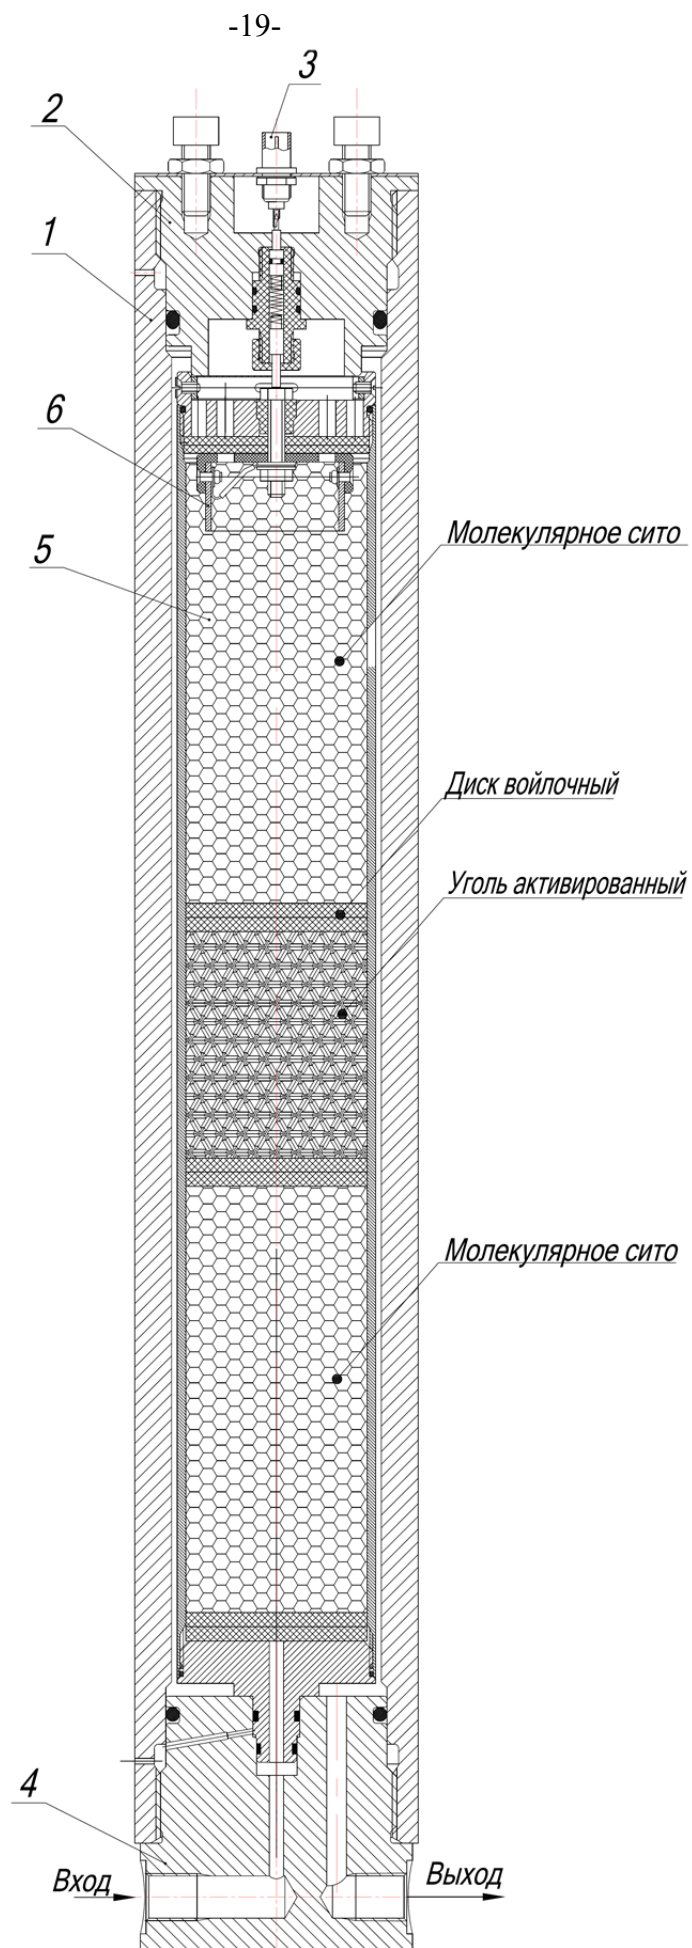

Рисунок 18 – Фильтр тонкой очистки
Фильтр тонкой очистки состоит из корпуса 1 (рисунок 18) крышки 2 с контактом 3, байонетного разъема контакта, основания 4 и сменного фильтра-картриджа 5 с датчиком влажности 6. Проходя через фильтр-картридж, который на 1/3 заполнен активированным углем и на 2/3 молекулярным ситом, воздух отфильтровывается от оставшихся после очистки сепаратором частиц масла и воды в форме паров. Таким образом, сжатый воздух освобождается от масла, привкуса и запаха.
Корпус фильтра тонкой очистки выполнен из стали высокой прочности. В нижней части корпуса фильтра в основании 4 (рисунок 18) расположены входное и выходное отверстия. Крышка фильтра содержит устойчивый к воздействию давления вывод для электрического соединения.
Внимание! При установке фильтра-картриджа в корпус убедитесь, что защитный колпачок (рисунок 18а), имеющийся на его штоке, удален.
Рисунок 18а
Установленный фильтр-картридж своим штоком герметично закрывает сквозную проточку в основании 4 (рисунок 18) фильтра. Если воздух выходит из отверстия (определяется на слух) при установленном фильтре-картридже, то это означает, что уплотнительные кольца неисправны, отсутствуют или были повреждены при установке. Выньте и проверьте фильтр-картридж. При необходимости замените фильтр-картридж или уплотнительные кольца.
Внимание! При замене фильтра-картриджа не прилагайте излишнего усилия в момент затягивания крышки 2 (рисунок 18) корпуса фильтра тонкой очистки.
5.5.4 Подсоединить кабель блока контроля влажности фильтра к контакту 3 (рисунок 18) байонетного разъема фильтра тонкой очистки.